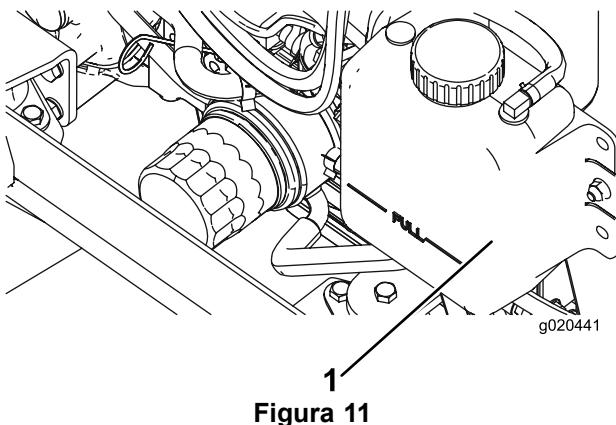

Figura 11
1. Togliete con cautela il tappo del radiatore e il tappo del serbatoio di espansione (Figura 11).